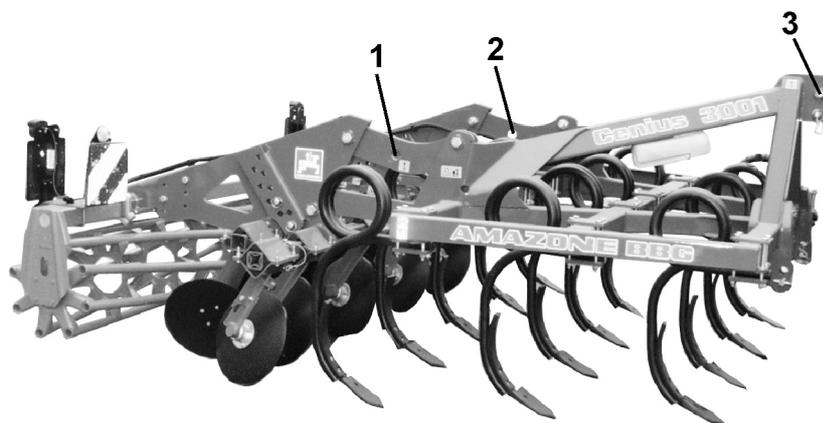

Рис. 2
- Senius 3001 имеет 3 точки крепления (Рис. 2/1,2,3) для подъемных ремней!